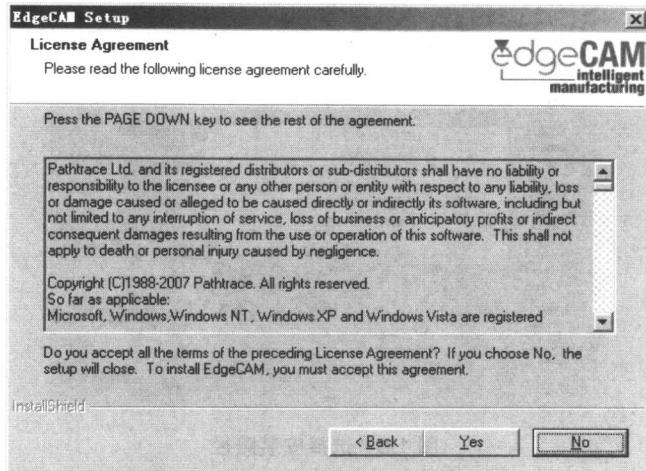

图 1.4 【License Agreement(协议许可)】对话框
- (4) 系统打开【License Agreement(协议许可)】对话框，如图 1.4 所示。单击【Yes(是)】按钮。